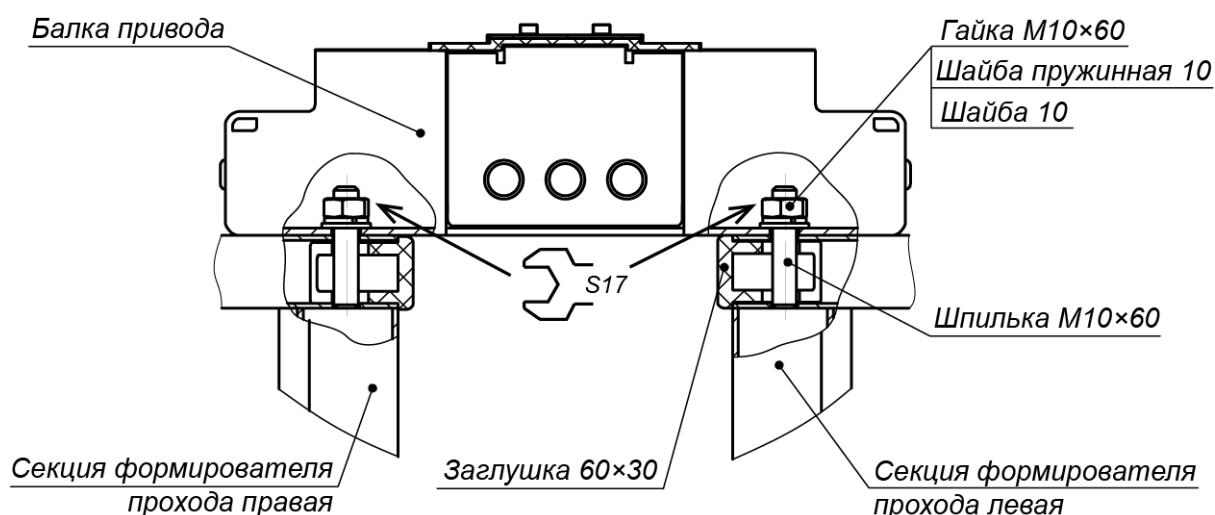

Рисунок 15. Крепление балки привода (8) к секциям (6) формирователя прохода
- Используя две стремянки, осторожно установите балку сверху на турникет, при этом две шпильки, расположенные на секциях (6) формирователя прохода, должны попасть в соответствующие отверстия в балке. Будьте внимательны – не повредите соединительные кабели!
- Придерживая балку, осторожно приподнимите ее со стороны стойки с преграждающими планками (5) и пропустите концы кабелей в соответствующие отверстия балки привода: кабели индикации (12) из балки опорной (7), а также кабели питания и управления из стойки с преграждающими планками (5) (для варианта прокладки внешних кабелей снизу). Временно закрепите их внутри балки (к примеру, с помощью скотча).
- Закрепите балку привода на секциях (6) формирователя прохода двумя гайками M10 с шайбами (см. рис. 15), накрутив их на шпильки с помощью торцового ключа S17. Затяжка гаек предварительная, для возможности регулировки положения.